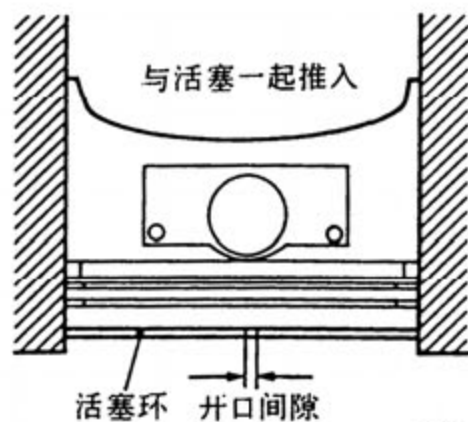

图 5-5
B). 将活塞环放入气缸孔中，用活塞将它们推下使活塞顶与活塞环相接触，并使环与气缸壁成 90°。然后用测隙规测量环的开口间隙。如果开口间隙太大，则应更换活塞环（见图 5-5）。